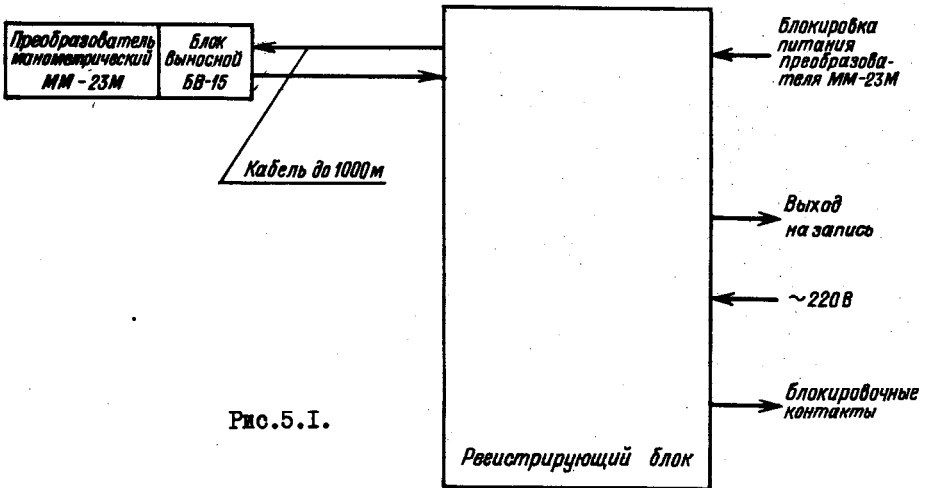

Рис.5.1.
5.1. Вакууметр ВМБД-1 состоит из преобразователя ММ-23М, выносного и регистрирующего блоков и кабеля. Структурная схема вакуумметра ВМБД-1 приведена на рис.5.1.